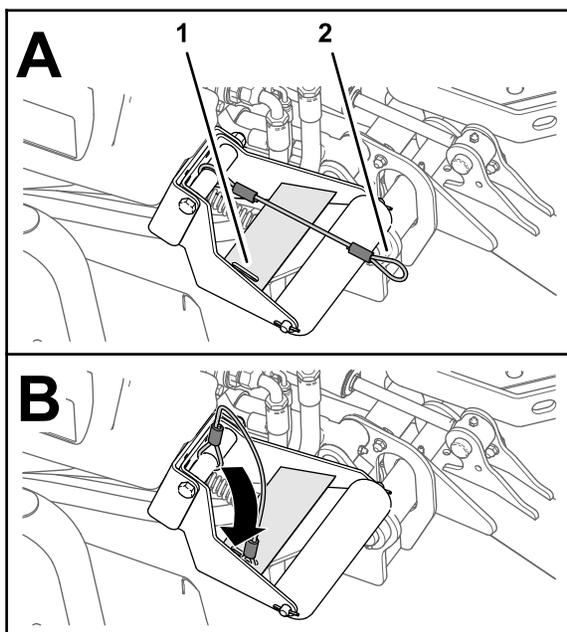

Рисунок 67
4. При опущенных режущих блоках вставьте петлю стропа в паз усиливающей пластины опоры валика (Рисунок 67).